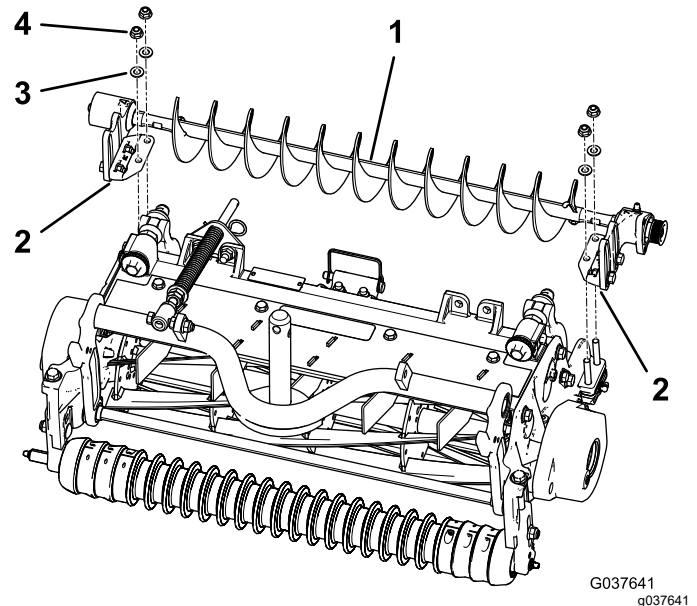

Figure 9
4. Placez les supports de montage de brosse de rouleau gauche et droite sur les boulons de supports (Figure 9).